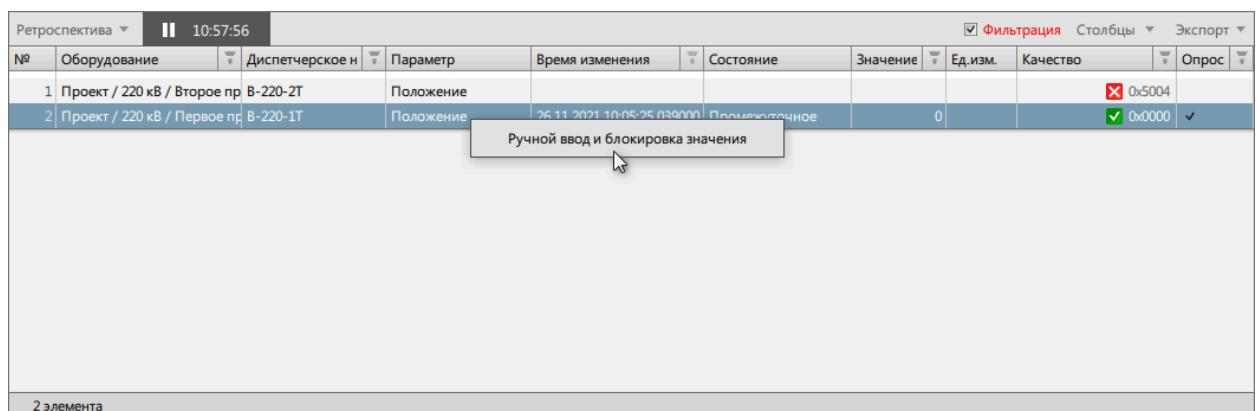

Рисунок 168 - Ручной ввод и блокировка значений
2. Нажмите **ЛКМ** по сигналу в таблице текущих данных и выберите **Ручной ввод и блокировка значения** (Рисунок 168).